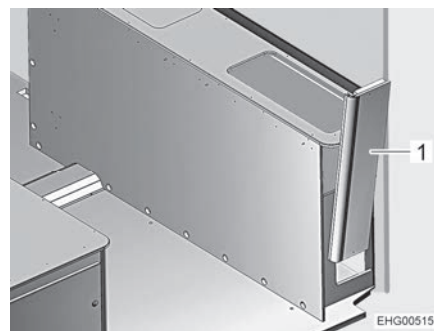

Bild 124 Sänglåda höger, sidoplåt
- Ta bort sidoplåten (Bild 124,1) uppåt medan du försiktigt skakar den.